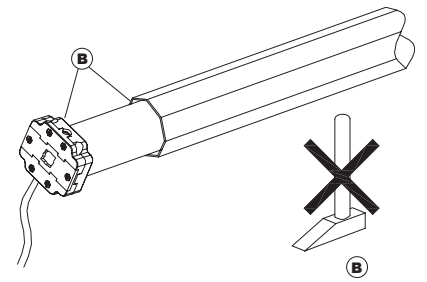

Fig.4
- Ne pas asperger d'eau le moteur (**Fig.4**).